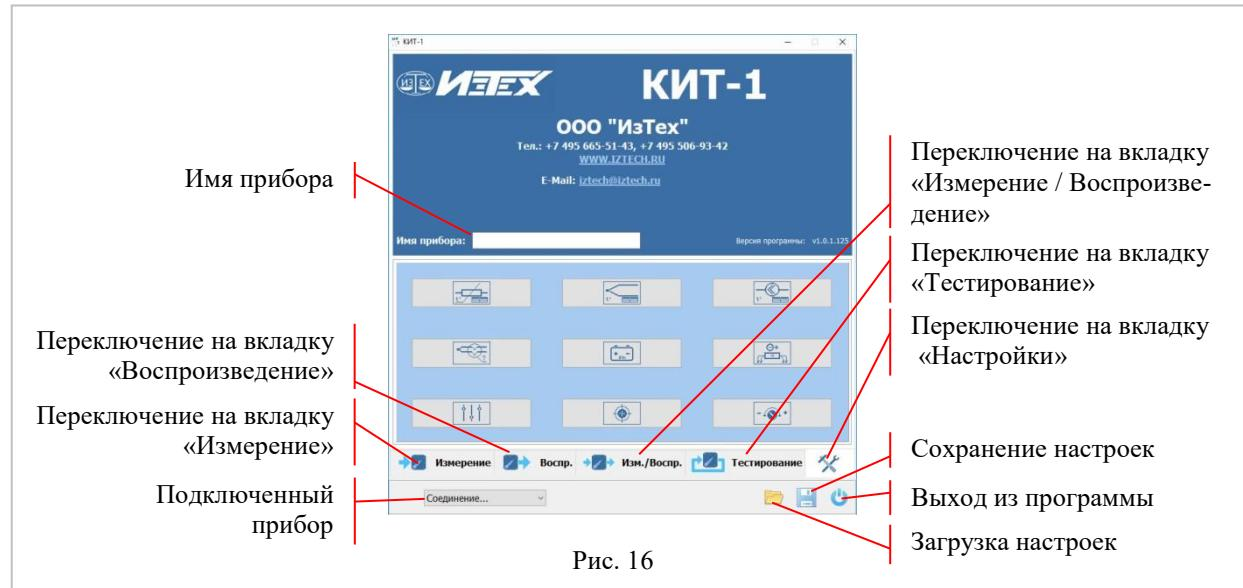

Рис. 16
4.2.3 После запуска программы на дисплее ПК появится окно, рис. 16. Программа в автоматическом режиме начнет поиск подключенных к ПК приборов. Первый из найденных приборов отобразится в поле «Подключенный прибор». В поле «Имя прибора» отобразится имя этого прибора, которое впоследствии может быть изменено. Затем программа автоматически считает настройки из КИТ-1 и переключится на установленную в приборе вкладку.